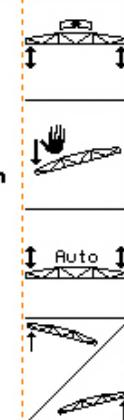

Fig. 18
- (Fig. 18) Start automatisk kalibrering.